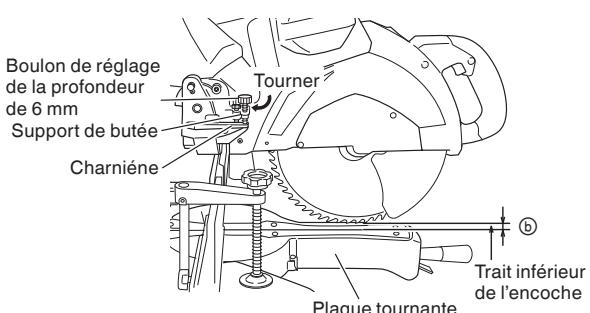

Fig. 47
- (1) Tourner le support de butée dans la direction indiquée dans la Fig. 47.